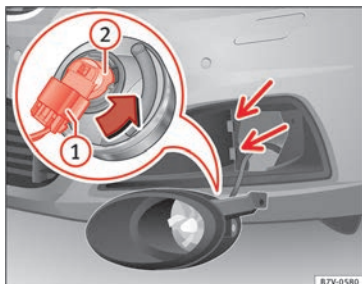

Fig. 110 Remplacement des ampoules des projecteurs.
3. Inclinez le projecteur légèrement vers l'avant et retirez-le de ses logements latéraux » **fig. 110** (petites flèches).
4. Débloquez la connexion » **fig. 110** ① et retirez-la.
5. Tournez le porte-ampoule » **fig. 110** ② vers la gauche jusqu'en butée dans le sens de la flèche et retirez-le avec l'ampoule en tirant vers l'arrière.
8. Encastrez la connexion » **fig. 110** ① dans le porte-ampoule ②. La connexion doit s'encastrer de manière audible.
9. Placez le projecteur dans ses logements » **fig. 110** (petites flèches) et inclinez-le vers l'arrière.